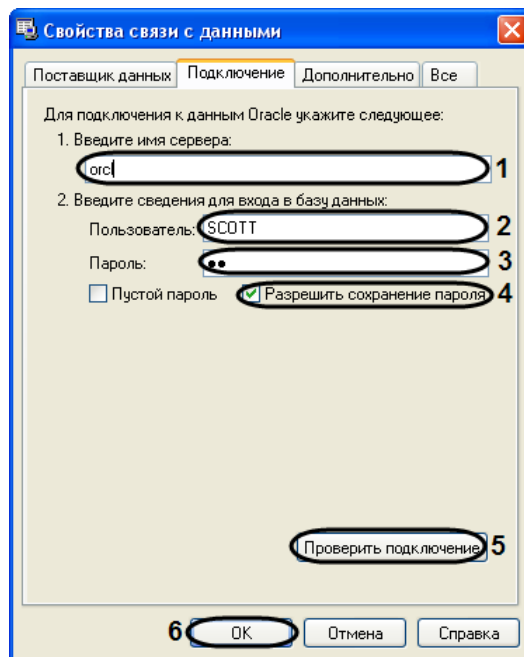

Рис. 7.6—4. Подключение базы данных Oracle
- 5.3.4. В поля «Пользователь» (см. Рис. 7.6—4, 2) и «Пароль» (см. Рис. 7.6—4, 3) ввести имя пользователя и пароль для подключения к серверу баз данных Oracle.